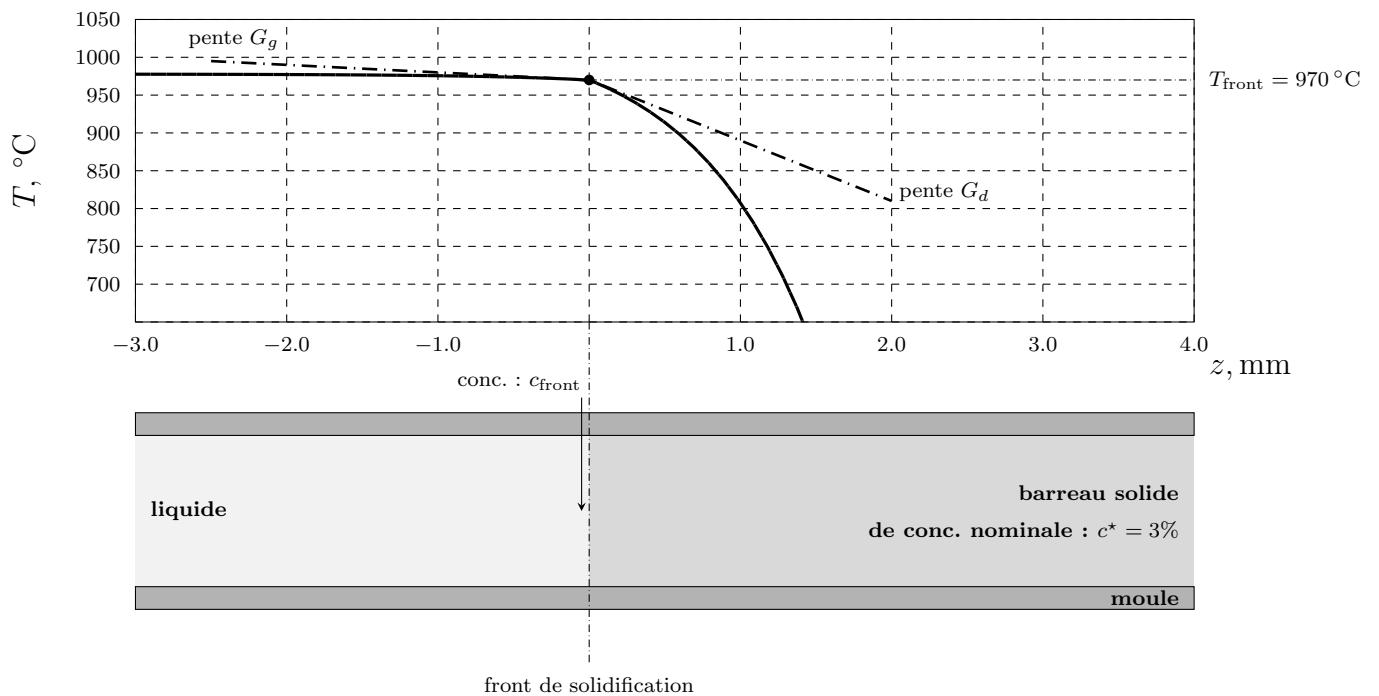

FIGURE 1 – Coulée du barreau et distribution de température
La Fig. 1 représente le profil de température sur un ébattement de 7 mm dans la direction de l'axe Oz du cylindre.
On appelle c_{front} la concentration massique de silicium dans le liquide à la gauche du front de solidification (cf. Fig. 1). On vous demande de montrer que la stabilité de front plan implique que le couple $(c_{\text{front}}, T_{\text{front}})$ se trouve sur la courbe de liquidus tandis que le couple (c^*, T_{front}) se trouve sur celle du solidus. En vous basant sur les informations de la table 1, calculez ensuite :
- la vitesse de coulée v en m/min sachant que le gradient de température à gauche et à droite du front vaut respectivement $G_g = -10^\circ\text{C}/\text{mm}$ et $G_d = -80^\circ\text{C}/\text{mm}$. (cf. Fig. 1)